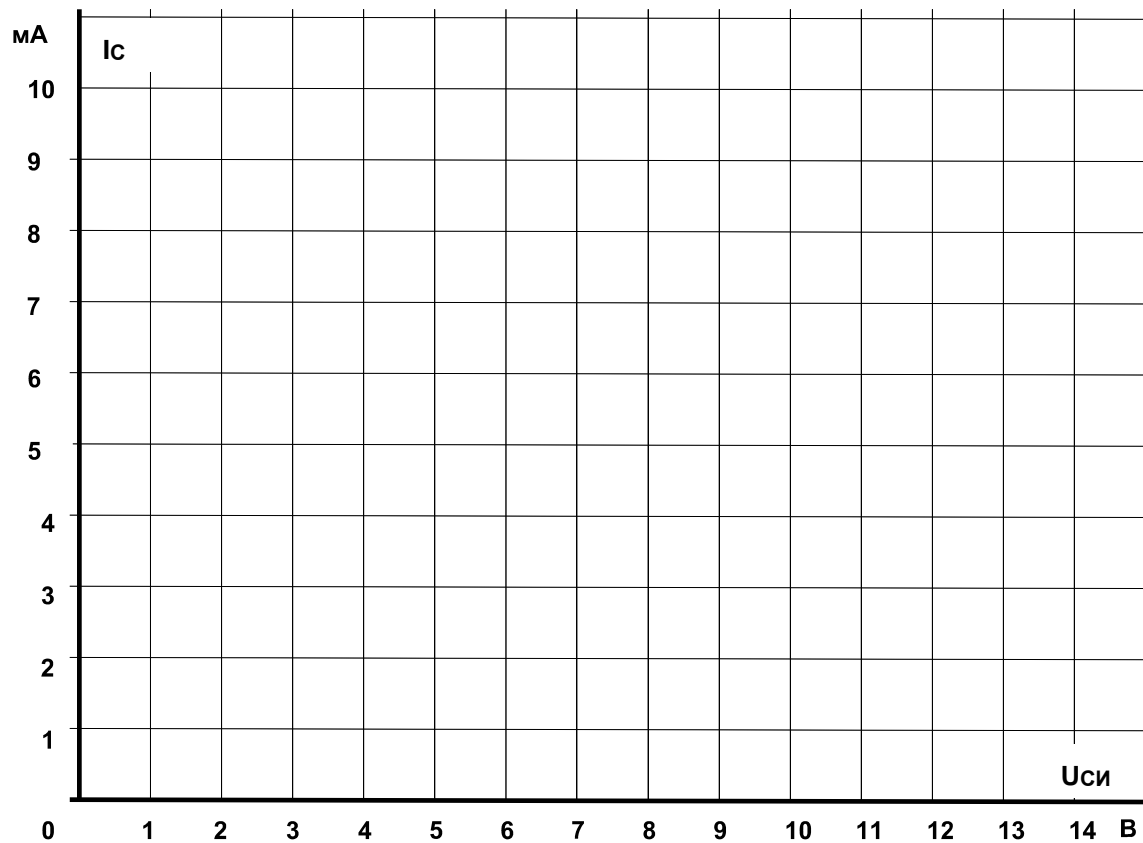

Рис.5.4.2
- На графике (рис.5.4.2) постройте кривые зависимости тока стока I_c от напряжения сток / исток $U_{си}$ при различных фиксированных значениях напряжения затвор / исток $U_{зи}$.